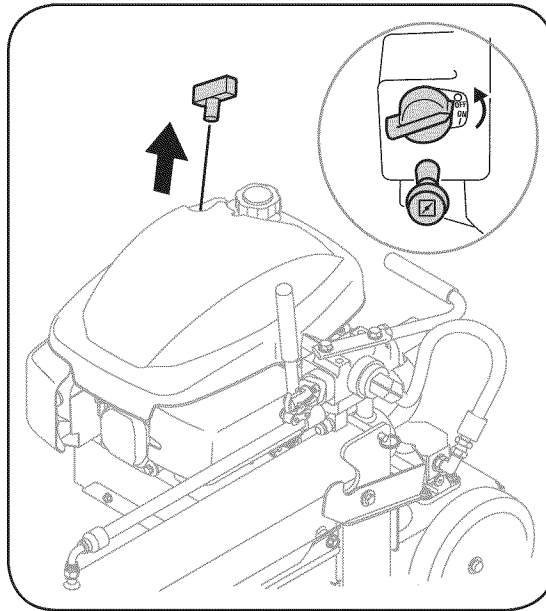

Figura 3-2
7. Asegúrese de que el interruptor del motor esté apagado. Vea la Figura 3-2. Cebe la bomba tirando del arrancador de retroceso hasta el máximo. Repita este paso aproximadamente 4-6 veces.